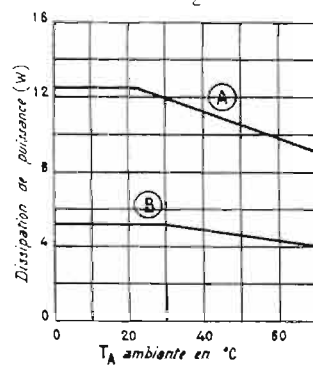

Fig. 12
A la figure 12 on donne la dissipation de puissance en watts (en ordonnées) en fonction de la température ambiante. La courbe (A) est valable lorsque le CI est monté sur radiateur infini et la courbe (B) sans aucun radiateur. Ces courbes sont valables pour pour le  $\text{Lo}_{36}$  et le  $\text{Lo}_{37}$ .